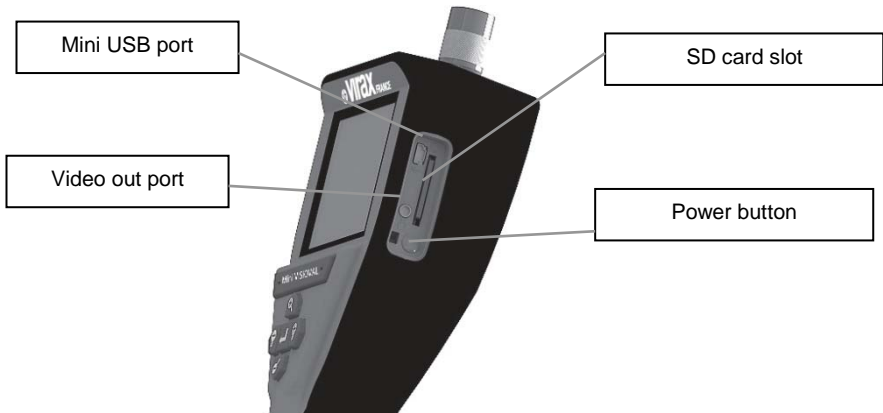

Abb. 8 – USB-Anschluss zur Übertragung
- 1- Mit dem Mini-USB-Kabel mini VISIOVAL an den Computer anschließen (Abb. 8).